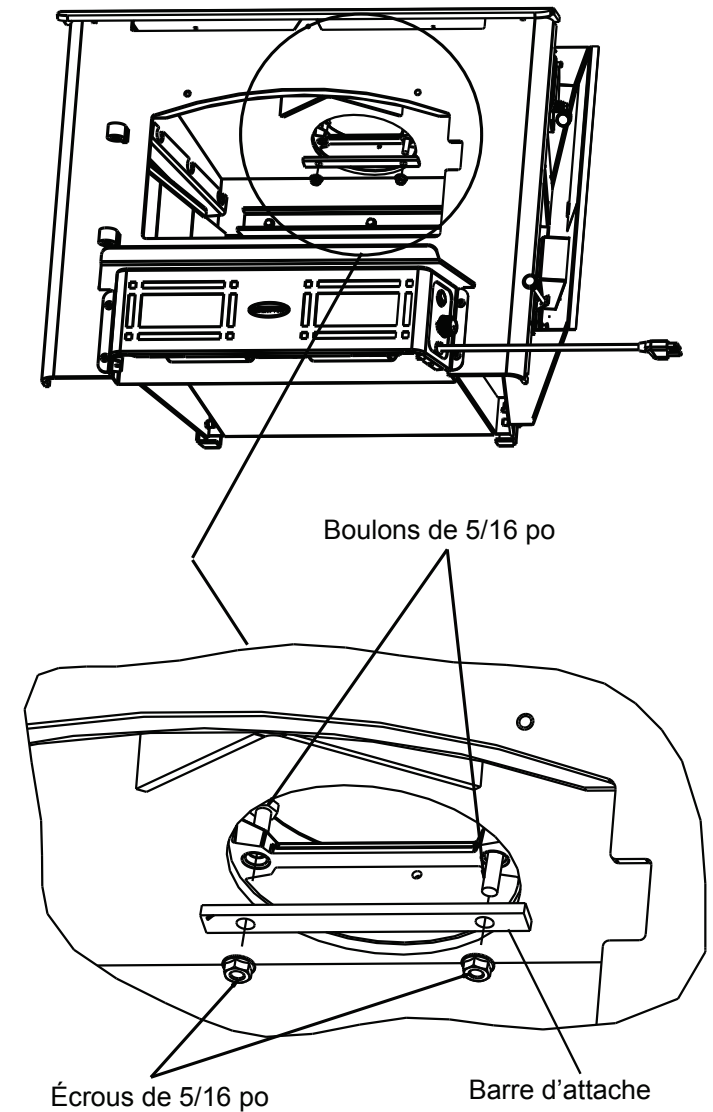

Figure 18.3
1. Une fois l'appareil en place et fixé, atteignez et saisissez la barre de fixation à travers l'ouverture de la cheminée et tirez-la vers le bas à l'intérieur de l'ouverture de la cheminée (**Figure 18.3**).